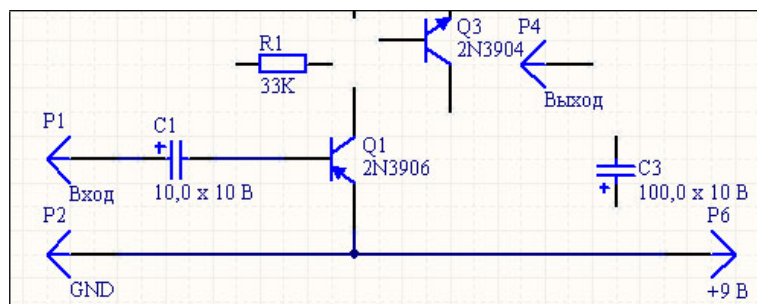

Рисунок 13
– Аналогічним чином провести з'єднання між *P2 GND* и *P6 +9V* і з'єднати емітер *Q1* з вже проложеним зв'язком між *P2 GND* і *P6 +9V*. При цьому у місці з'єднання двох ланцюгів з'явиться точка, що є підтвердженням підключення (об'єднання ланцюгів). Результат представлено на рис. 13.